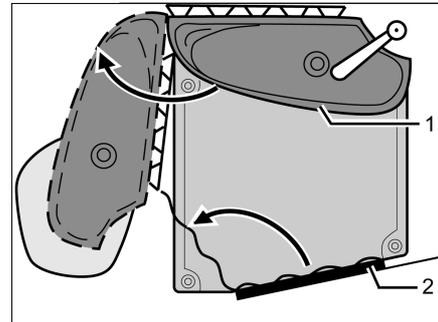

Bild 264 Vario-Toilette
- Waschbecken mit Rückwand (Bild 264,1) in Pfeilrichtung drehen.
- Den Toilettenraum betreten und die Toiletten-Eingangstür (Bild 264,2) von innen schließen und verriegeln.